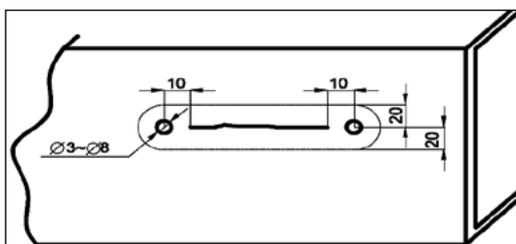

Figura 1-1-2
2. Remova a carga, mantendo o chassi sem deformação no sentido da propagação da rachadura a uma distância de 10 mm do início e do fim da rachadura. Faça um furo usando uma broca de 3 – 8 mm, criando um furo de limitação para impedir a propagação da trinca, como mostrado na figura 1-1-2.